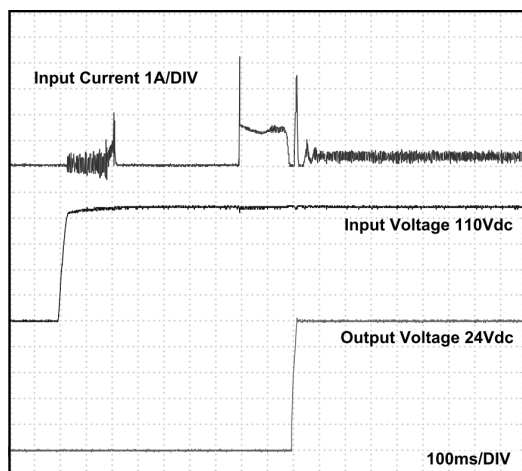

Fig. 7 / Bild 7
- Bei 77Vdc und Nennlast (siehe Bild 7), durch eine 2-stufige Schaltungstopologie am Eingang steht die Pufferzeit auch bei kurzgeschlossener Netzspannung zur Verfügung.